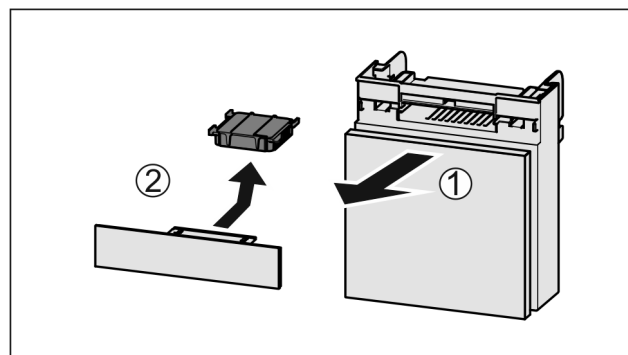

Fig. 73
- ▶ Træk rummet fremad Fig. 73 (1).
- ▶ Tag aktivkulfileret Fig. 73 (2) ud.